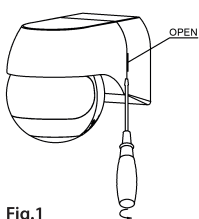

Fig.1
1. Sganciare la base posteriore facendo leva nelle fessure laterali (Fig.1).
1. Detach the rear base by leveraging the side slots (Fig. 1).